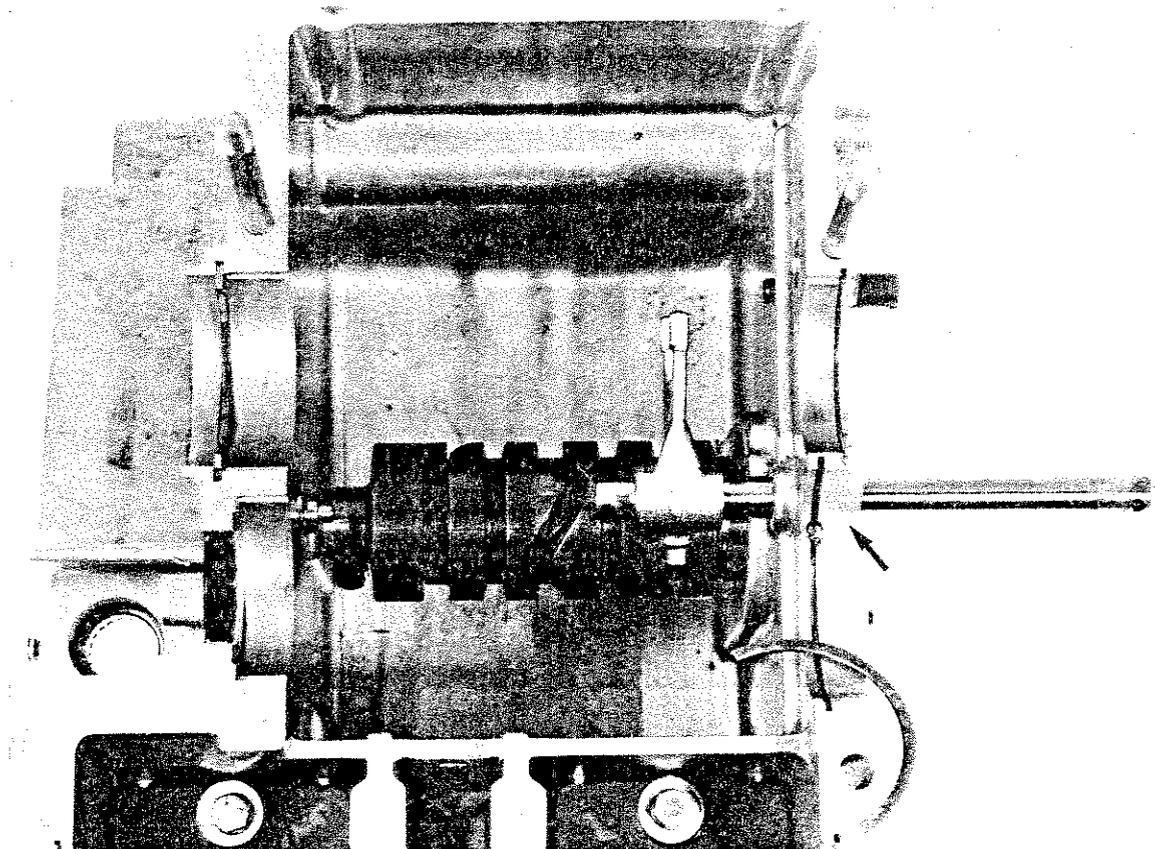

Fig. 136
- 12) Togliere la spina di fissaggio (\varnothing 4 mm) (Fig. 136) ed estrarre il perno di guida delle forcelle liberandole. (Il perno di guida ha all'estremità esterna un foro filettato M6 (mm 6 - 1) in cui avvitare un bulloncino per facilitare l'estrazione).
- 12) Remove the 4 mm dowel pin (Fig. 136) and extract the guide pin of the gear shift forks. (The guide pin outer end has a threaded hole — 6 mm dia 1 mm pitch — in which can be screwed a bolt to aid the removal).